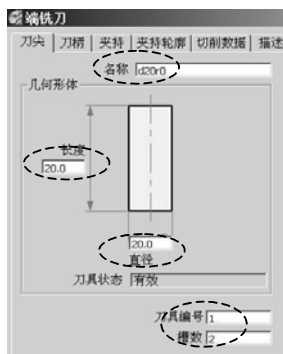
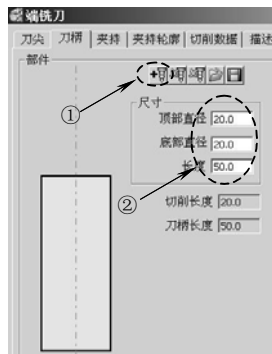
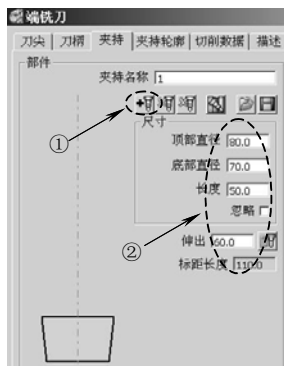

图 6-5 刀尖参数
图 6-6 刀柄参数
图 6-7 夹持参数
2) 创建刀具: 在 PowerMILL 资源管理器中, 右击“刀具”树枝, 在弹出的快捷菜单中选择“产生刀具”→“端铣刀”, 打开“端铣刀”表格。在“刀尖”选项卡中按图 6-5 所示设置刀尖参数; 单击“刀柄”选项卡, 按图 6-6 所示设置刀柄参数; 单击“夹持”选项卡, 按图 6-7 所示设置夹持参数。